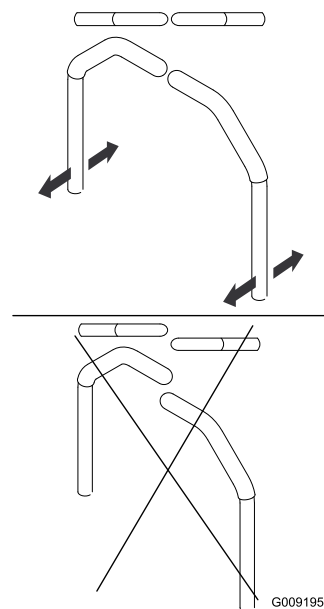

Figure 95
4. Réglez l'alignement avant/arrière des leviers en les plaçant simultanément à la position POINT MORT, puis faites-les coulisser jusqu'à ce qu'ils soient alignés et resserrez les boulons (Figure 95).